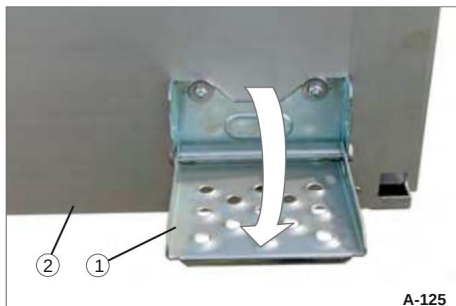

Fig. 181 Foldbart trin, udfoldet
• Lås den bageste sidepanel op og fold den ned (fig. 181/2) - se side 170.
• Træk trinnet (fig. 181/1) opad, og fold det ned.